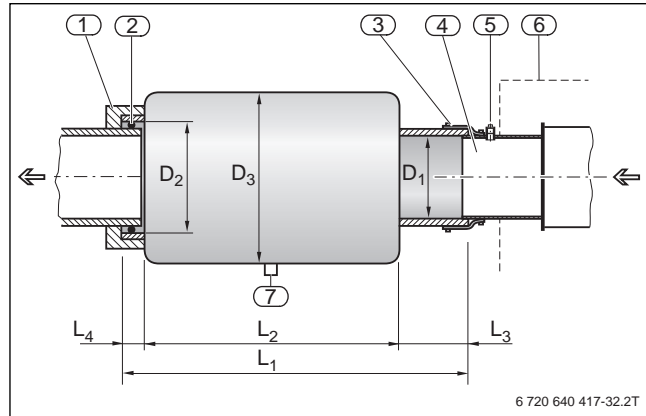
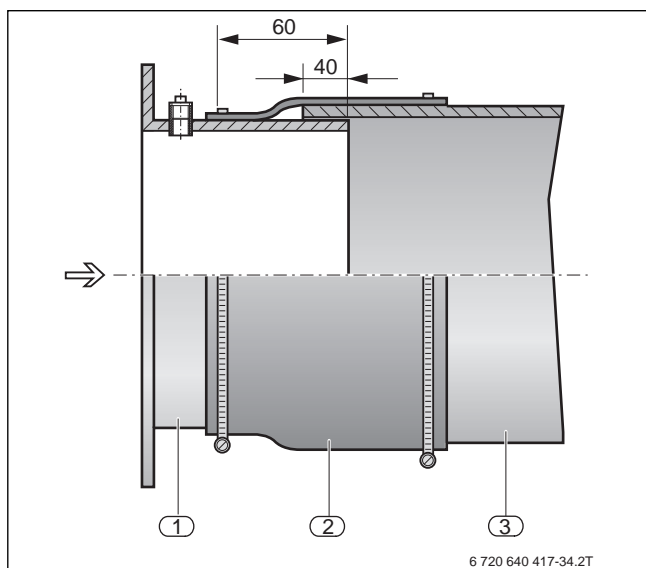

Рис. 40 Глушитель дымовых газов с уплотнительной манжетой для отделения корпусного шума
Рис. 41 Уплотнительная манжета дымовой трубы
Значительная часть шума, возникающего при сжигании топлива, может передаваться на здание через систему отвода дымовых газов. Специальные глушители дымовых газов значительно снижают уровень шума (→ рис. 40).
Показанный глушитель (→ рис. 40) снижает шум в дымовой трубе на 10 - 15 дБ(А) и при расчёте системы отвода дымовых газов потерей давления в нём можно пренебречь.
Шумоглушитель имеет опору (→ рис. 40, [3]) и специальную уплотнительную манжету (→ рис. 41, [1], стр. 57). Эта ступенчатая уплотнительная манжета и дополнительный уплотнительный шнур препятствуют передаче корпусного шума от котла в систему отвода дымовых газов (соединительный участок).
- [3] Уплотнительная манжета дымовой трубы (→ рис. 41, стр. 57)
Для надёжного и плотного соединения патрубка дымовых газов котла с соединительным участком дымовой трубы фирма Buderus предлагает уплотнительную манжету (→ рис. 41, стр. 57).